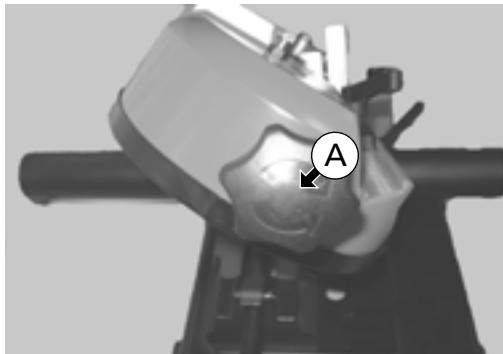

Abb. 25
Den Knopf (A) wie in Abb. 25 nach rechts drehen, um das Sägeband zwischen den Rollen vorzuspannen. Nicht zu stark vorspannen.
Elemente auf Abb. 25 -